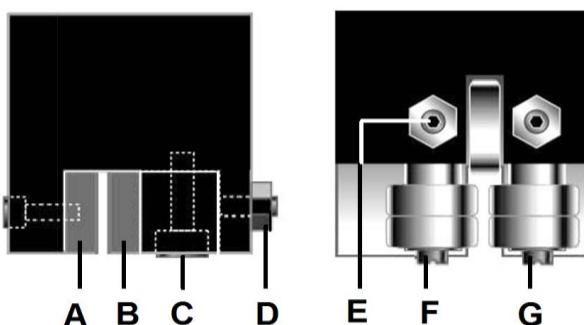

Figure 8-8 : Ajustement du guide de la lame
La position du patin (A, Fig 8-8) et des paliers (G) est fixe et ne peut pas être ajustée.